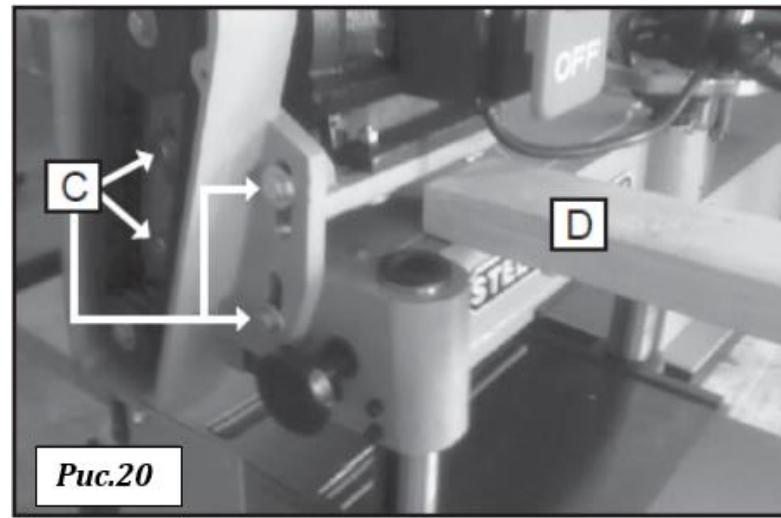

Рис.20
2. Положить бруск 2 x 4 (D), рис. 20, между плитой двигателя и верхней частью литого корпуса головки.
3. Ослабить четыре винта (C), рис. 20. Поднимать плиту двигателя с помощью принципа рычага вверх до провисания ремня приблизительно на 6,4 мм по центру при лёгком нажатии пальцем.